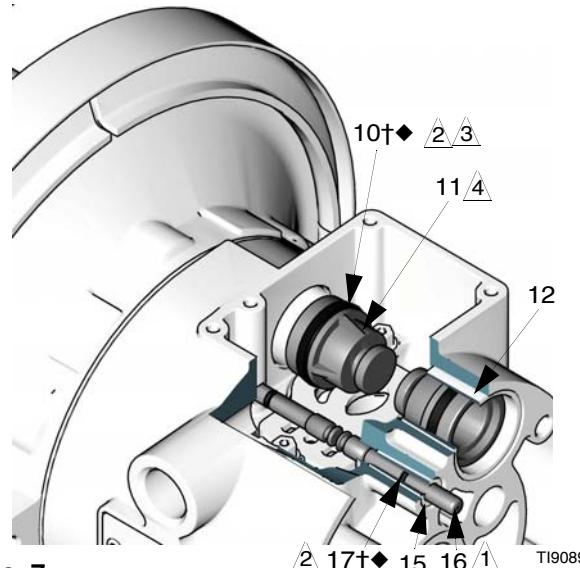

Рис. 7
- Извлеките два приводных поршня (11) из подшипников (12). Извлеките из поршней П-образные кольца (10). Вытащите направляющие стержни (16) из подшипников (15). Извлеките из направляющих стержней (16) уплотнительные кольца (17). См. Рис. 7.
- Осмотрите подшипники (12, 15), не снимая их. См. Рис. 7. Подшипники имеют коническую форму; если они повреждены, извлекать их следует снаружи. Для этого необходимо разобрать жидкостную секцию насоса. См. стр. 24.
- Установите уплотнительное кольцо (17†◆) на каждый направляющий стержень (16). Нанесите смазку на стержни и уплотнительные кольца. Вставьте направляющие стержни в подшипники (15) **узкими концами вперед**. См. Рис. 7.
- Установите П-образное кольцо (10†◆) на каждый приводной поршень (11) так, чтобы кромки колец были обращены к **узким концам** поршней. См. Рис. 7.
- Нанесите смазку на П-образные кольца (10†◆) и приводные поршни (11). Вставьте приводные поршни в подшипники (12) **широкими концами вперед**. Оставьте узкие концы поршней снаружи. См. Рис. 7.